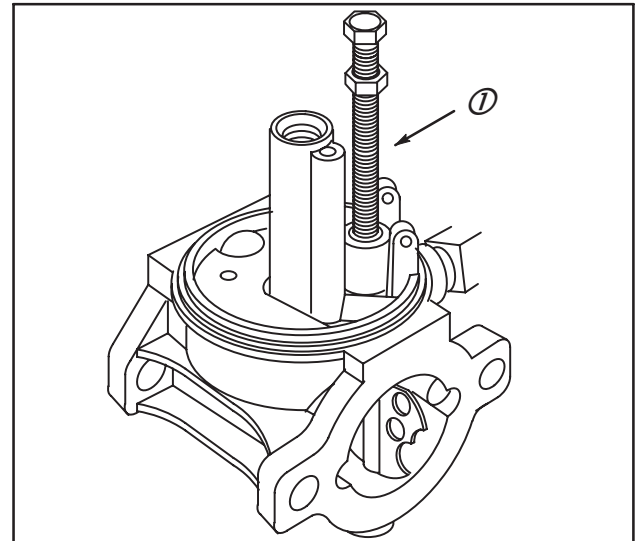
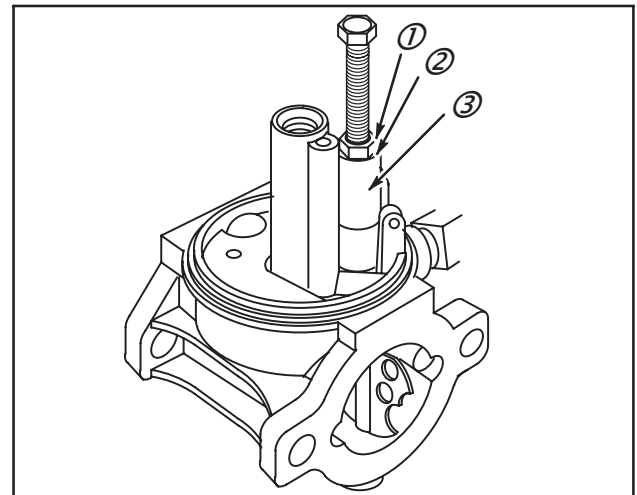

Fig. 100
Fig. 101
2. Visser la vis ou le taraud dans le siège de pointeau de 3 à 4 tours et retirer l'outil (1), Fig. 100.
3. Poser l'écrou de 1/4" x 20 (1) **Réf. : 92278** et la rondelle (2) **Réf. : 224061** du kit d'outillage **Réf. : 19332**, sur la vis d'extraction.
4. Placer une douille de 1/4" (3) sur le siège de pointeau.
6. Visser l'écrou contre la rondelle/douille et le serrer pour extraire le siège, Fig. 101.